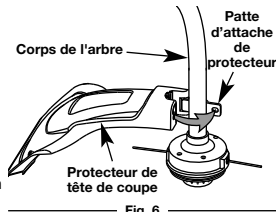

Fig. 6
1. Placez le protecteur de la tête de coupe sur le logement de l'arbre. Veillez à ce que la patte d'attache de l'écran glisse dans l'encoche au bord de l'écran de coupe. Tournez l'écran dans le sens contraire des aiguilles d'une montre (Fig. 6) pour le mettre en place. Les trous dans la patte d'attache de l'écran et la tête de coupe s'aligneront.